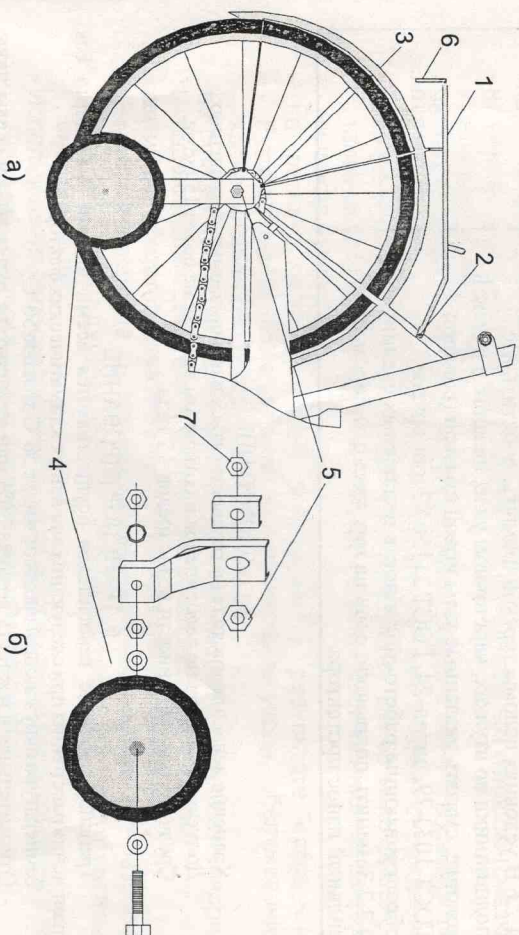

Рис. 4
Установите багажник 1 над задним колесом, как показано на рис. 4, а и закрепите его винтами 2 и 3 с обеих сторон. Установите на багажник светоотражатель 6 красного цвета.
3.1.7.1 Отверните осевые гайки 5 (рис. 4, а, б) крепления заднего колеса.
3.1.7.3 Соберите и установите боковые поддерживающие колёса 4 как показано на рис. 4, б.